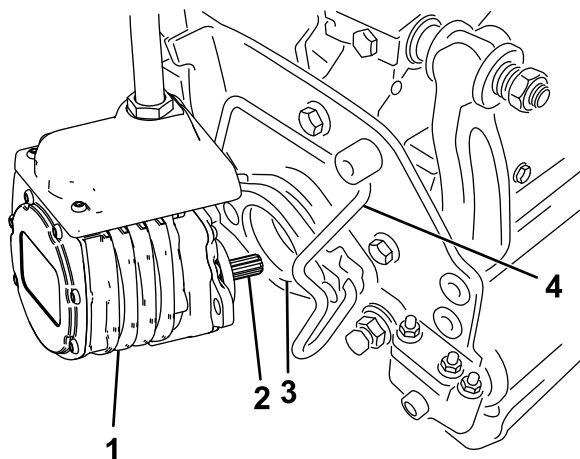

図 70
5. カッティングユニット用モータのスプラインシャフトにきれいなグリスを塗りつける 図 70。
6. モータを、カッティングユニットの左側運転席から見てに取り付け、カッティングユニットについているモータ固定バーを、モータの上から被せるようにセットし、モータの左右から「カチッ」というロック音が聞こえるまで押し下げる 図 70。